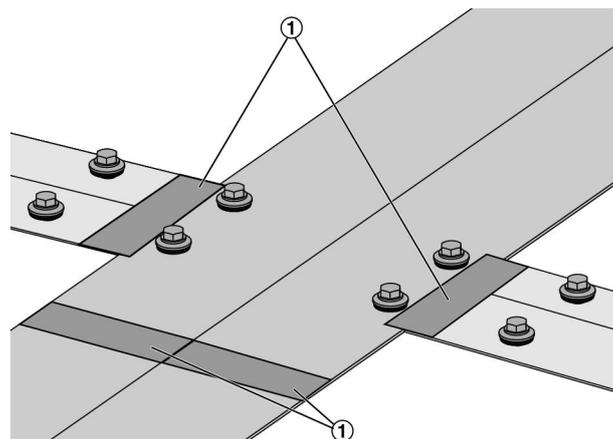

Abb. 17: Stoßstellen abdichten
2. ▶ Die Stoßstellen (Abb. 17 /1) der Abdeckschienen mit selbstklebendem Dichtband (Butylband) abdichten. Dabei die Verarbeitungshinweise des Herstellers des Dichtbandes beachten.